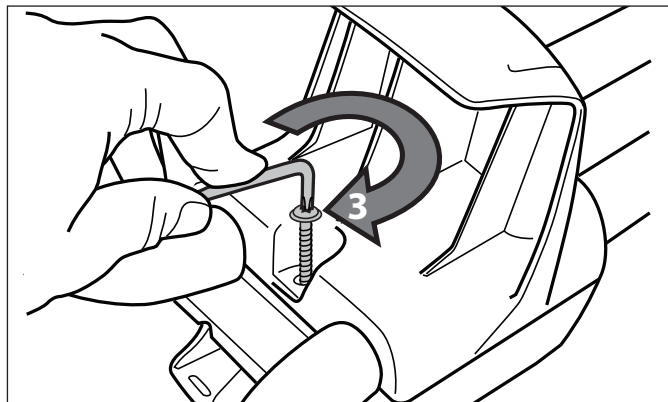

Figura 3. Instale el soporte del cable con el soporte de la fuente de energía
2. Asegure el soporte del cable de energía y el soporte de fuente de energía alrededor de los tubos con un tornillo y apriete a mano con la llave de la llave Torx® (proveída con la unidad). Vea la Figura 3.